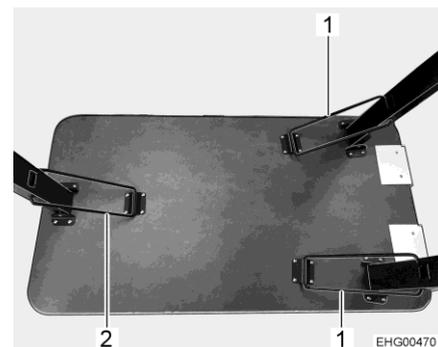

Fig. 8 Tavolo (gamba del tavolo estratta)
- Arrestare la gamba del tavolo mediante la staffa (Fig. 8,2).
- Bloccare le 3 gambe del tavolo con la staffa (Fig. 8,1 e Fig. 8,2).